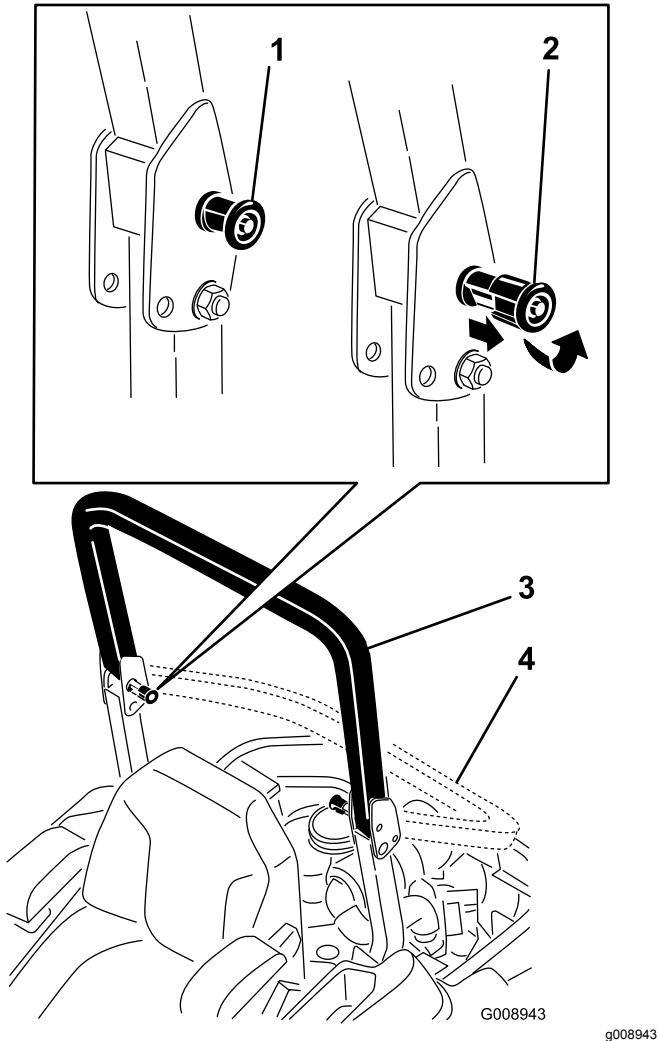

Figure 7
2. Tirez sur les deux boutons et tournez-les à 90 degrés pour les désengager (Figure 7).
3. Faites pivoter l'arceau de sécurité à la position abaissée (Figure 7).
4. Pour relever l'arceau de sécurité, levez-le à la position d'utilisation et tournez les boutons de sorte à les déplacer partiellement dans les rainures (Figure 7).
5. Redressez complètement l'arceau de sécurité tout en poussant sur la partie supérieure; les goupilles s'engagent en position quand les trous sont en face (Figure 7).